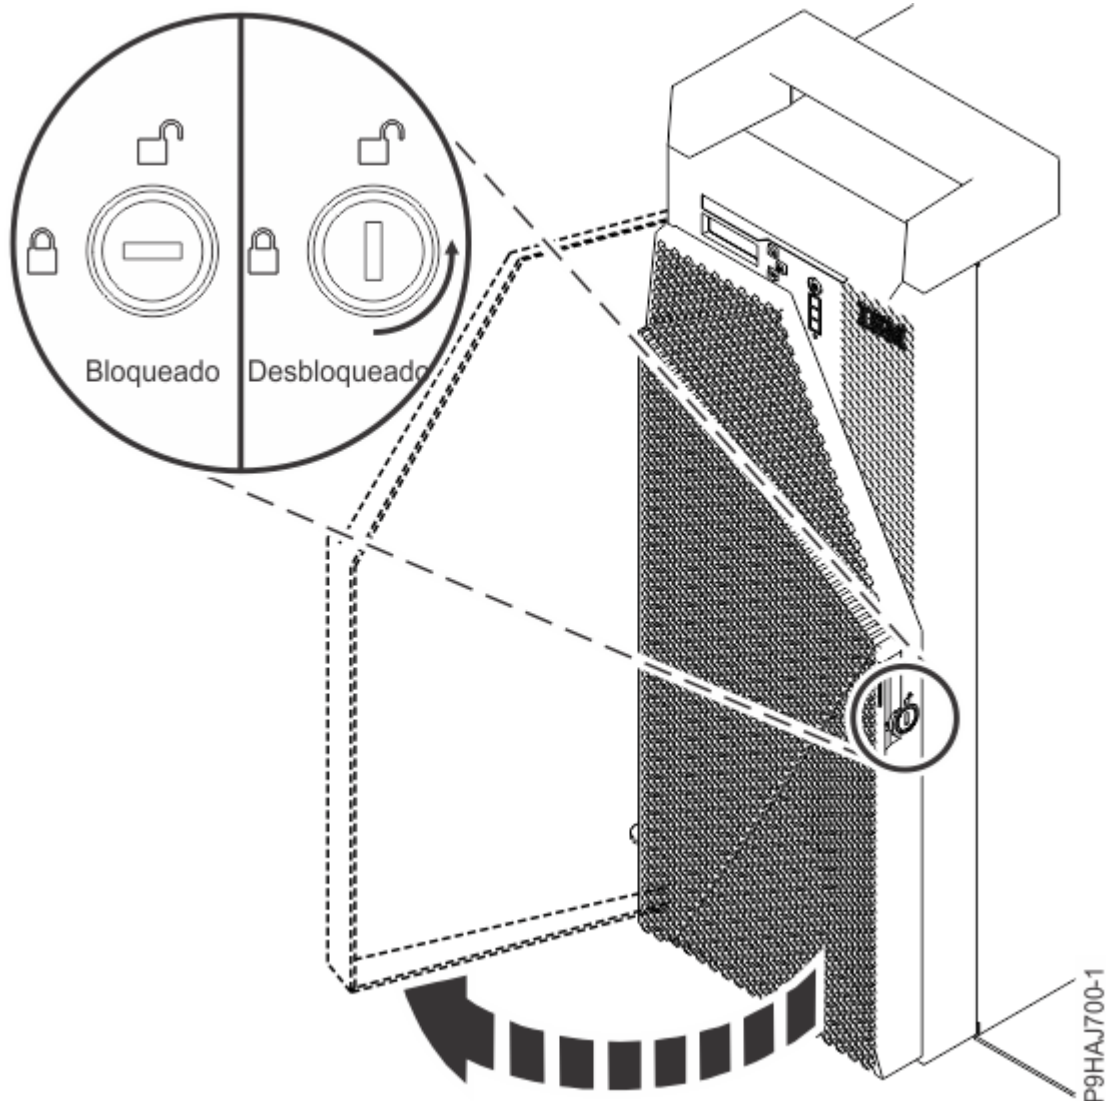

Figura 4. Desbloqueando a porta frontal
- a) Insira a chave da porta frontal na fechadura, como mostrado na Figura 4 na página 6. Gire a chave para a esquerda (sentido anti-horário) para desbloquear a porta. A horizontal está bloqueada; a vertical está desbloqueada. Abra a porta frontal.